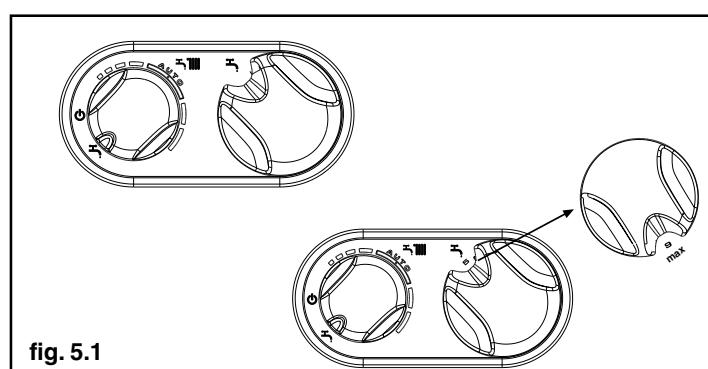

fig. 5.1
- portare il selettori di funzione su estate "H" (fig. 5.1) e il selettori temperatura acqua sanitario al valore massimo (fig. 5.1).